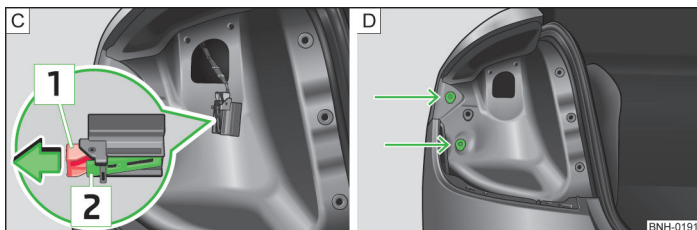

Abb. 178 Leuchtenstecker / Leuchte einbauen
- › Die Verriegelung **1** » Abb. 178 am Stecker in Pfeilrichtung ziehen.
- › Die Verastung **2** » Abb. 178 drücken und den Stecker abziehen.
- › Die Leuchte in die Aufnahmen in der Karosserie einsetzen » Abb. 178 - **D**.